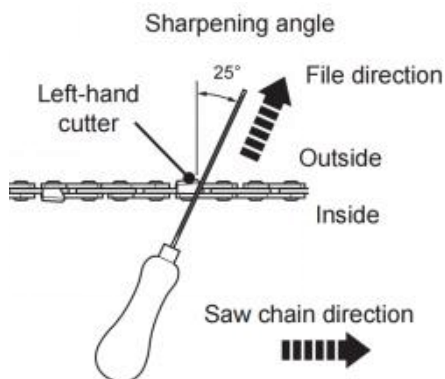

Fig. 74
5. Limare con un'angolazione perpendicolare alla barra e con un angolo di 25° rispetto alla direzione di avanzamento (Fig. 74).